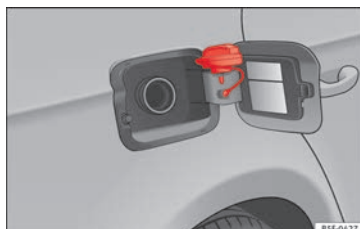

Fig. 59 Tapa del depósito con el tapón encajado.
- Colóquelo en el espacio que hay en la bisagra de la tapa abierta » **fig. 59**.